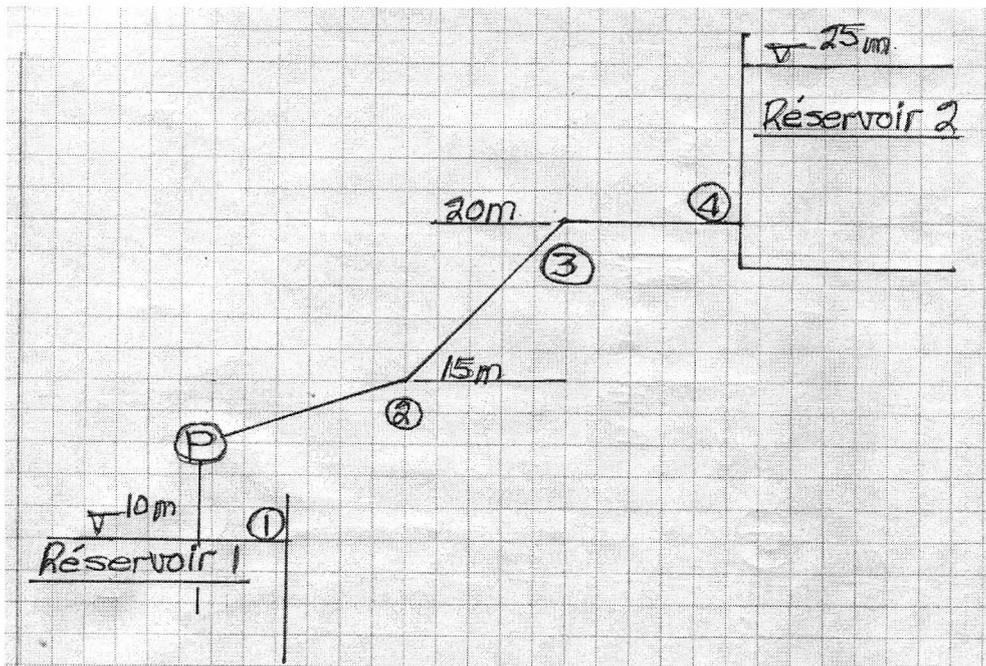
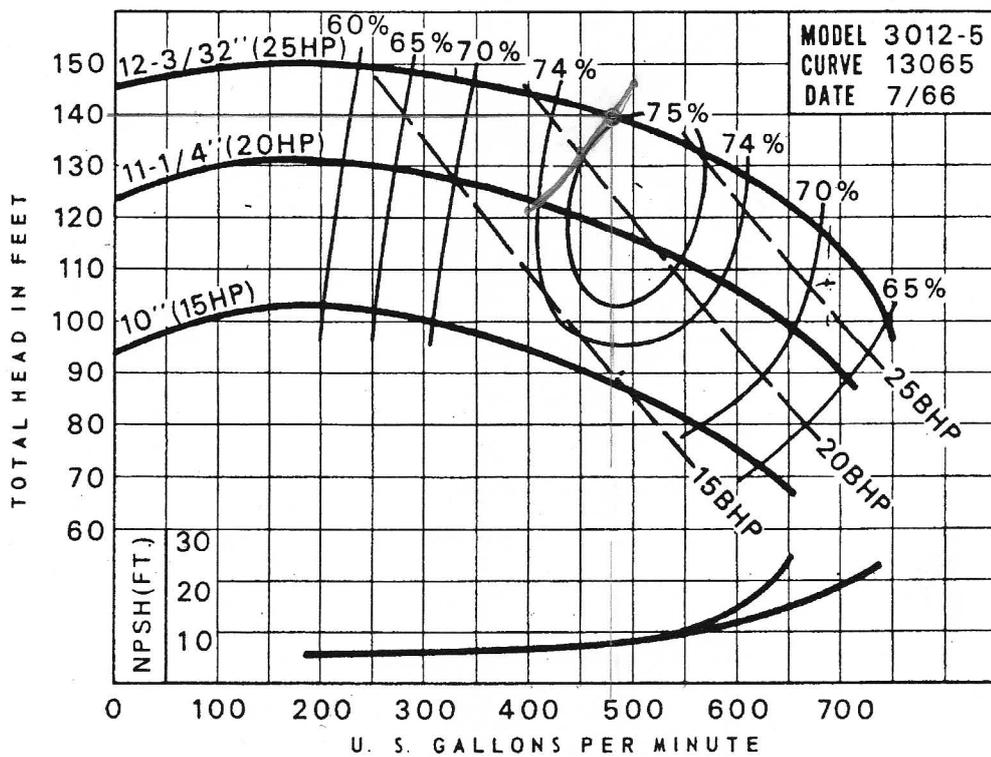

Figure 1 Schéma du système hydraulique (question 1)
Figure 2 Courbe caractéristique de la pompe 5070-7 (question 1)
Un système hydraulique qu'illustre la figure 1, transporte un débit d'eau de 60 L/s, débit pompé du réservoir 1 au réservoir 2. La station de pompage est équipée de deux (2) pompes identiques montées en parallèle modèle 5070-7 dont les caractéristiques pour trois diamètres de roue (impulseur) sont données à la figure 2. Chaque pompe est installée dans un puits individuel autonome. Notez que les deux pompes excluent la pompe d'urgence.